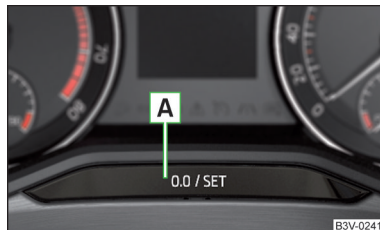

Fig. 43
» Apăsați tasta **A** » fig. 43 la pagina 56.
- » Apăsați tasta **A** » fig. 43 și mențineți-o apăsată, până când pe afișaj se afișează punctul de meniu **Ora**.